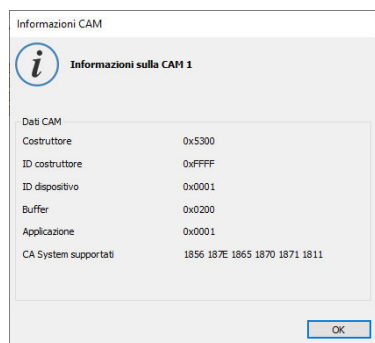

Fig. 69
- Il tasto **DETTAGLI** apre la finestra INFORMAZIONI CAM (fig. 69) che fornisce informazioni aggiuntive sulla CAM in uso.